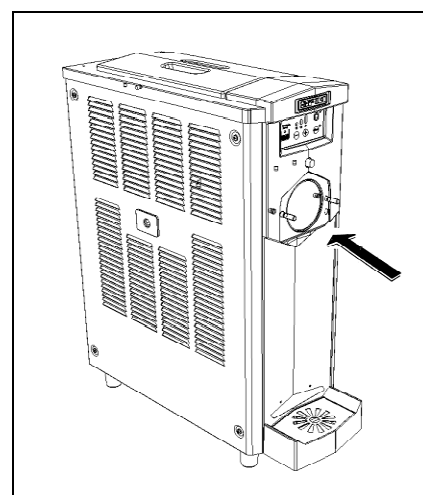

Fig. 26
- Laver soigneusement le cylindre de congélation et le bac supérieur en éliminant tout résidu de produit à l'aide d'une éponge propre imbibée de produit d'assainissement en veillant à mouiller complètement toutes les surfaces pendant au moins 60 secondes. Laisser ensuite sécher et s'assurer de suivre les réglementations locales indérogables (voir fig.26).
- Vaporiser ensuite la solution d'assainissement sur toutes les parois du cylindre et du bac supérieur et laisser agir selon les prescriptions du fabricant du produit d'assainissement (voir fig.26).